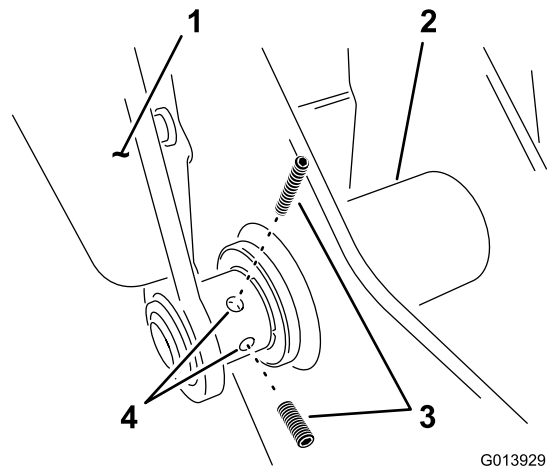

Figura 9
- Instale un tornillo de fijación en el brazo izquierdo en el punto de giro inferior (Figura 9). No lo apriete todavía para permitir el ajuste del sistema de sujeción.